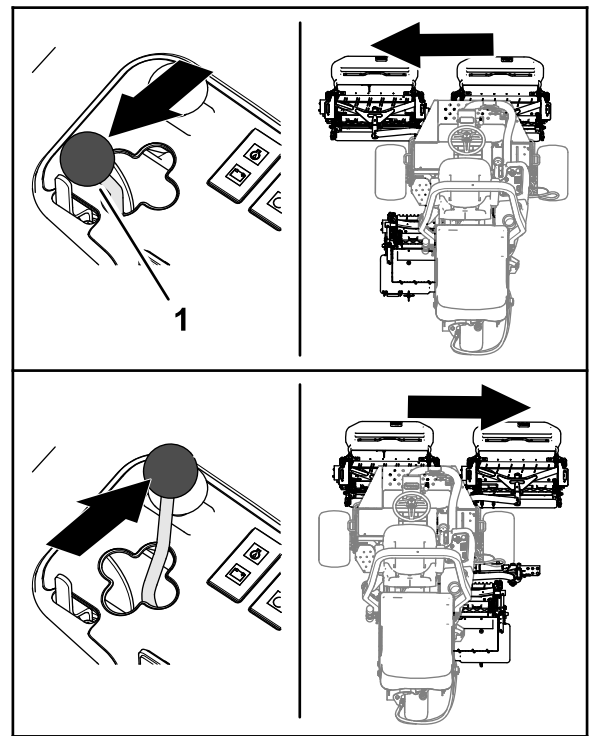

Figure 47
2. Déplacez le levier de déplacement vers la gauche ou la droite pour déplacer les unités de coupe vers la gauche ou la droite (Figure 47).